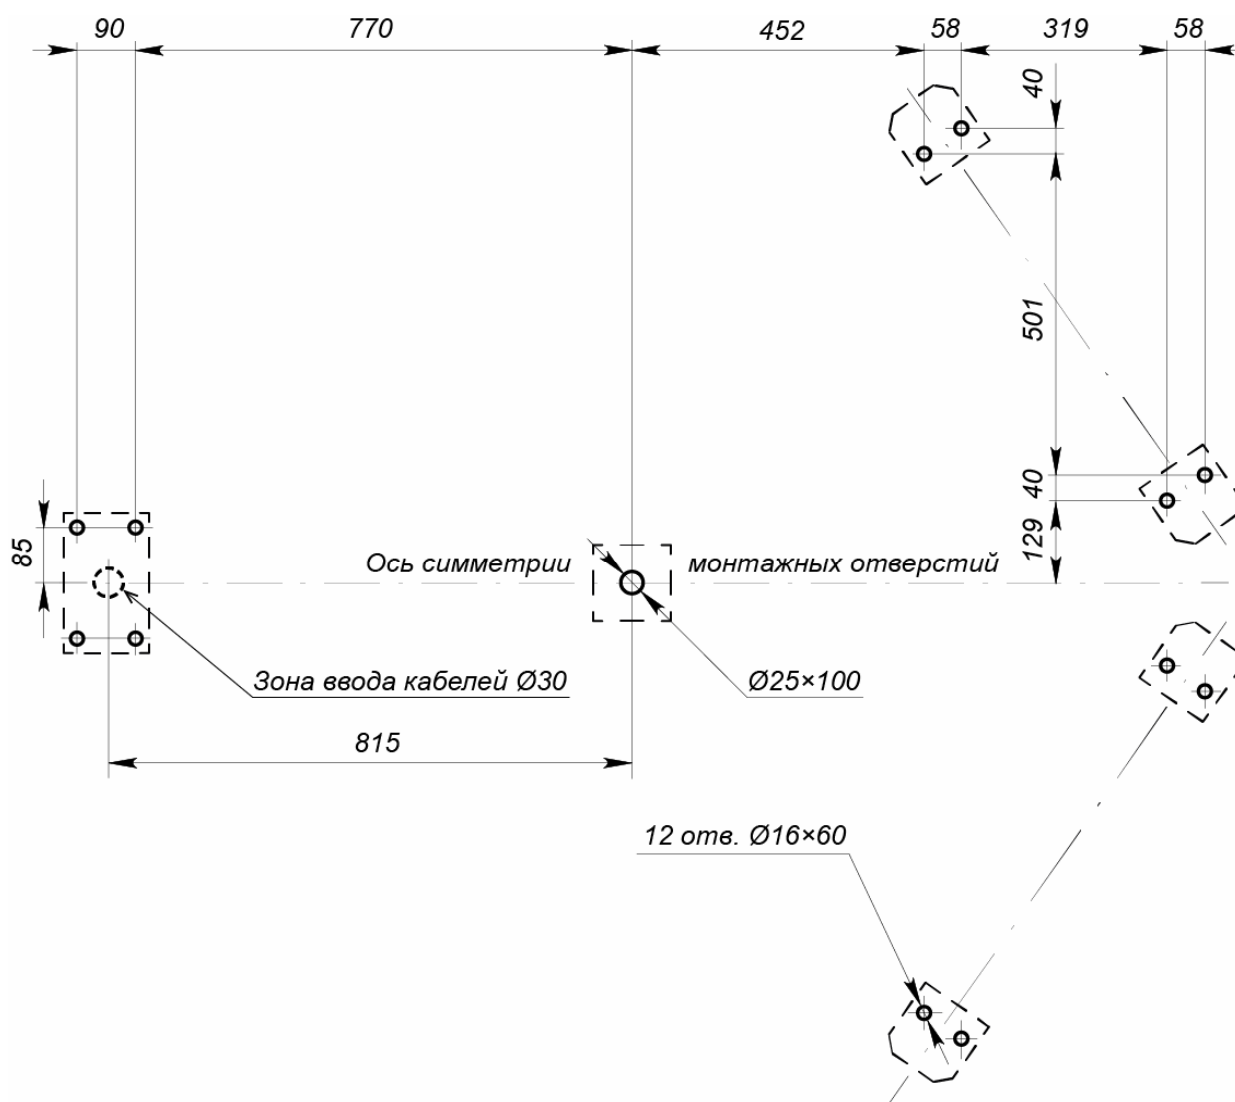
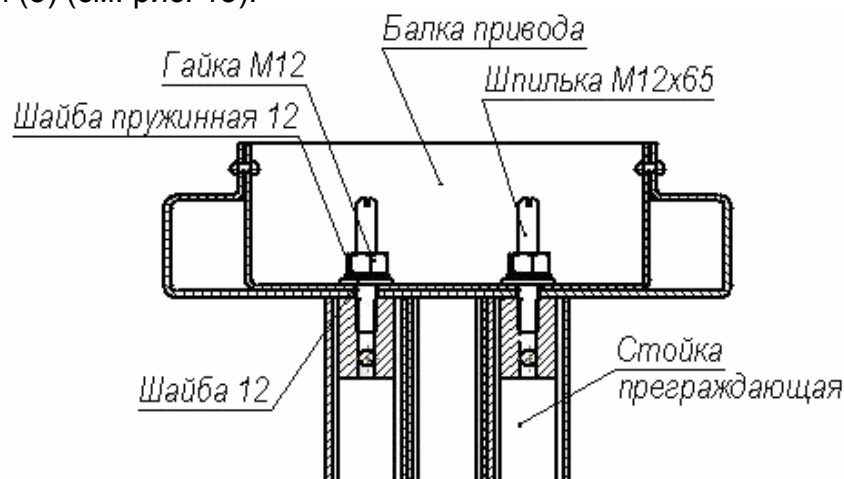
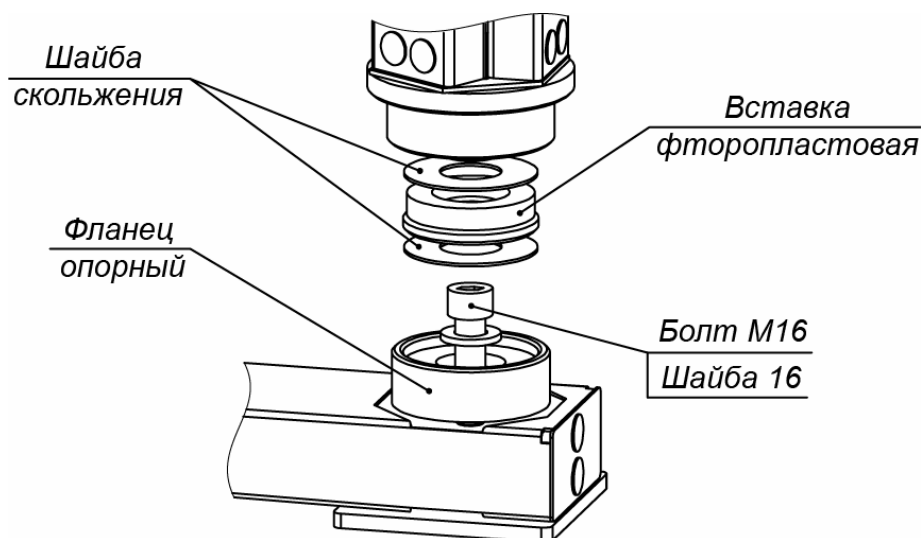

Рисунок 12. Схема разметки для установки турникета
Рисунок 13. Крепление балки привода к стойке с преграждающими планками
Рисунок 15. Нижний узел вращения ротора
1. Произведите монтаж ИП турникета и при необходимости ИП ЛПП на отведенных для них местах и подключите к ним соответственно кабели питания турникета¹ (13) и питания ЛПП¹ (16).
3. Выполните на установочной поверхности разметку отверстий для монтажа турникета. Используйте шаблон из комплекта поставки, но затем обязательно проверьте истинность расстояний в соответствии с рис. 12.
5. Произведите разделку отверстий и кабельных каналов. Проложите в кабельных каналах необходимые кабели питания (13, 16), устройства *Fire Alarm* (14), ПДУ (15) и дополнительного оборудования, концы кабелей выведите к зоне ввода кабелей в турникет (см. рис. 12).
- Установите секции (6) формователя прохода на установочную поверхность, ориентируя отверстия в опорных фланцах по расположению анкеров. При этом левая и правая секции должны быть правильно выставлены и сориентированы: блоки индикации (11) формователей должны быть развернуты от оси симметрии (см. рис. 12).
9. Распакуйте и установите стойку с преграждающими планками (5) (ящик №4, работайте вдвоем!):
- Вверните две шпильки M12×65 в верхнюю часть стойки с преграждающими планками (5) (см. рис. 13).
- Положите стойку с преграждающими планками на установочную поверхность таким образом, чтобы фланец находился рядом с зоной А (рис. 12). Затем, используя монтажную проволоку, протяните кабели питания турникета (13), питания подсветки прохода (16) и кабели управления через нижнее отверстие в стойке с преграждающими планками со стороны фланца вверх по стойке до выхода из ее верхнего отверстия. Отрегулируйте длину концов кабелей на выходе из верхнего отверстия, которая должна составлять не менее 1 м.
- Установите стойку с преграждающими планками на отверстия с анкерами в установочной поверхности вдоль оси симметрии, при этом фланец должен встать на зону ввода кабелей, а место нижнего узла вращения (3) – на отверстие с анкером М16 (см. рис. 12). Вставьте на место опорный фланец нижнего узла вращения (см. рис. 15).
- Закрепите стойку с преграждающими планками с помощью четырех анкерных болтов М10 и одного М16 (см. рис. 15), при этом усилие затяжки болтов должно быть предварительным, обеспечивающим возможность регулировки ее отклонения от вертикали.
10. Из ящика №5 распакуйте и установите лист (7) сверху на формователь прохода (работайте вдвоем!):
- Сориентируйте лист (7) так, чтобы две шпильки, установленные в секциях, прошли через него, а две грани листа, вдоль каждой из которых расположен ряд из четырех отверстий, имеющих с нижней стороны листа выборку большего диаметра, находились бы над секциями.
- Аккуратно удерживая лист на весу, протяните кабели от блоков индикации (12) от левой и правой секции формователя прохода через соответствующие отверстия в листе. Окончательно установите лист на место, будьте внимательны, не повредите кабели! Обратите внимание на то, чтобы установленные на секциях резьбовые втулки вошли в отверстия в листе, обеспечивая плотное прилегание листа к поверхностям секций.
- Наденьте на две шпильки, расположенные на стойке с преграждающими планками, шайбы 12, затем шайбы пружинные 12 и две гайки М12 (см. рис. 13).
12. Соберите ротор (1) (работайте вдвоем!):
- Соберите нижний узел вращения (3) ротора в стойке с преграждающими планками (5) (см. рис. 15). Две шайбы скольжения и находящаяся между ними фторопластовая вставка должны лежать в узле без перекосов, опираясь на всю опорную поверхность, симметрично относительно оси ротора (верхняя шайба скольжения приклеена к валу ротора). При этом гладкие поверхности шайб скольжения должны быть ориентированы на вставку. Допускается применение на поверхностях скольжения смазки типа ШРУС-4.